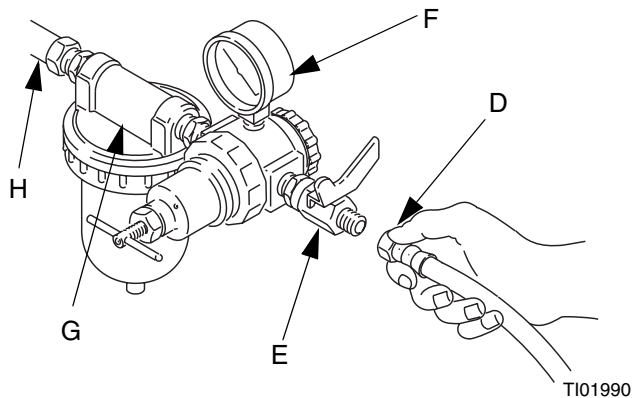

図. 8: エア継手の接続
ガンへのエア圧力を管理するために、エア圧レギュレータ (F) を各ガンエア継手に取り付ける必要があります。図. 8 を参照してください。
調整された空気のもとにフィルタが無い場合は、各ガンエア継手にエアフィルタ (G) を取り付け、ガンへ乾いて綺麗な空気の供給を確実にします。塗装物の仕上げ部分の汚れおよび水分は仕上げられた作業の見えを損なう可能性があります。図. 8 を参照のこと。